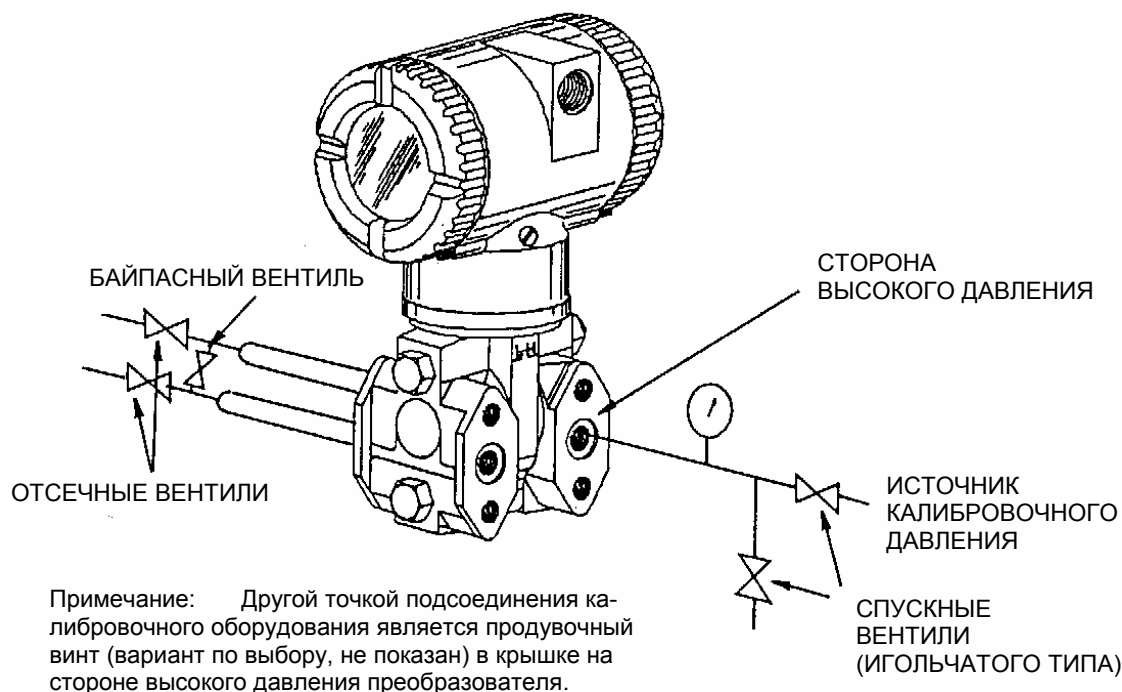

Рис. 18. Установка для калибровки разности давлений (перепада)
Для настройки оборудования следует воспользоваться иллюстрациями рис. 18 или 19 и применить описываемые далее процедуры.
4. Установите обвязку, как показано на рис. 18 для калибровки разности давлений (перепада) или на рис. 19 для калибровки абсолютного давления.